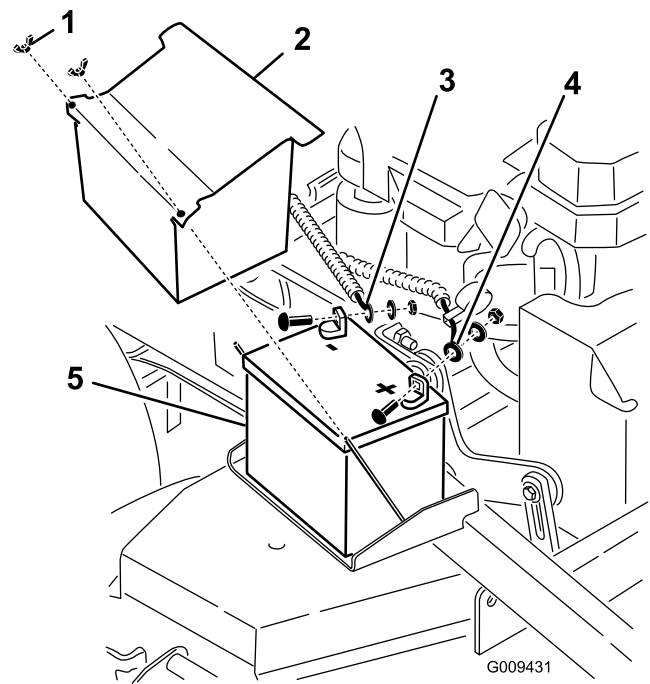

Figura 54
3. Togliete il cappuccio di gomma dal cavo negativo. Scollegate il cavo negativo della batteria dal morsetto negativo (-) della batteria (Figura 54).
4. Sfilate la guaina rossa del morsetto dal morsetto positivo (rosso) della batteria. Togliete quindi il cavo positivo (rosso) della batteria (Figura 54).
5. Togliete il dispositivo di fissaggio della batteria (Figura 54) e rimuovete la batteria.
1. Montate la batteria sulla macchina (Figura 54).
3. Montate innanzi tutto il cavo positivo (rosso) della batteria sul morsetto positivo (+) della batteria con un dado, una rondella e un bullone (Figura 54). Infilate il cappuccio di gomma sul polo.
4. Montate quindi il cavo negativo della batteria ed il filo di messa a terra sul morsetto negativo (-) della batteria con un dado, una rondella e un bullone (Figura 54). Infilate il cappuccio di gomma sul polo.